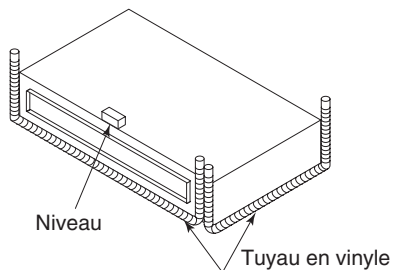

Fig. 3-12
- Assurez-vous que l'unité est installée à niveau en vous servant d'un niveau ou d'un tube en vinyle rempli d'eau. Si vous utilisez un tube en vinyle et non un niveau, réglez la surface supérieure de l'unité par rapport à la surface de l'eau aux deux extrémités du tube en vinyle et ajustez l'unité horizontalement. (Faites particulièrement attention à l'installation de l'unité à savoir que l'inclinaison ne soit pas dans le sens de la tuyauterie de vidange, ce qui pourrait entraîner des fuites). (Fig. 3-12)